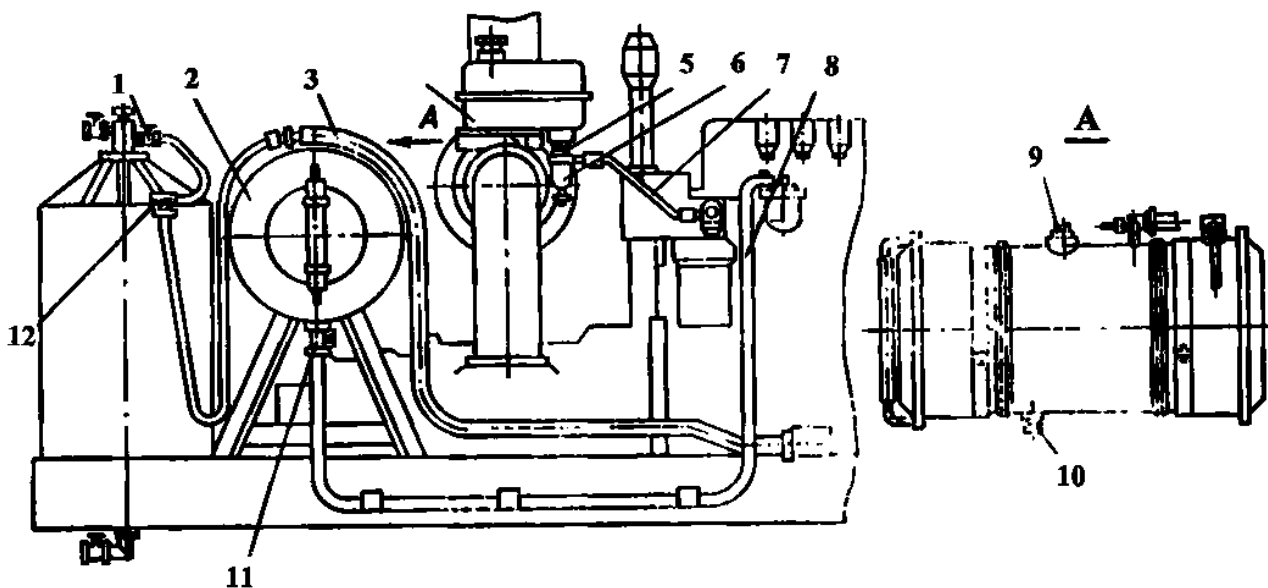

Рис. 18. Система топливная:
5.5. Топливная система (рис. 18)